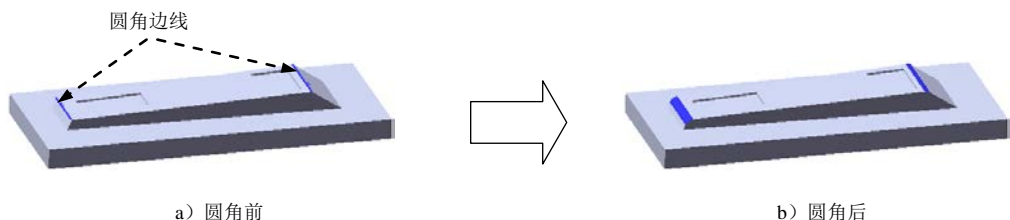

图 12.2.16 圆角 1
Step9. 创建图 12.2.16 所示的圆角 1。
(1) 选择命令。选择下拉菜单 **插入(I)** → **特征(F)** → **圆角(U)...** 命令 (或单击  按钮), 系统弹出“圆角”对话框。
(2) 定义圆角类型。采用系统默认的圆角类型。